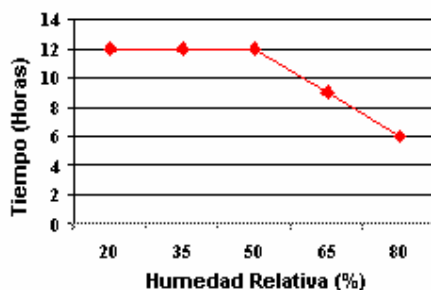

Figura 7. Humedad Relativa Promedio del Aire
Cuando ocurre la extracción del gas de nitrógeno seco con el que fue embarcado, se considera que el transformador se llenará del aire atmosférico, situación que se contabiliza como dos (2) horas adicionales de tiempo de exposición. El tiempo total de exposición permisible está indicado en la figura. 7.